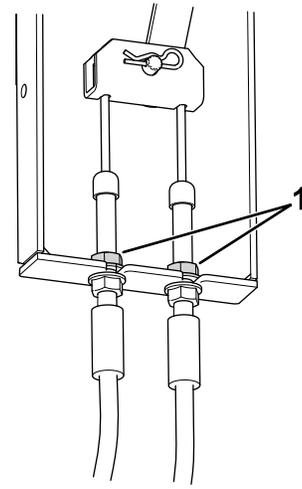

図 76
3. 機体左側、左タイヤ近くにあるブレーキケーブルのマウント **図 76**を探し出す。